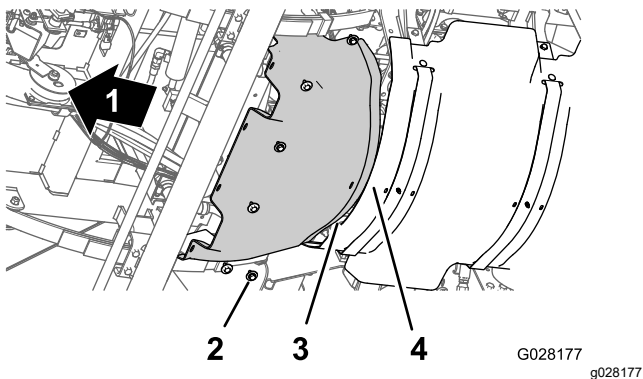

Figure 63
1. Alignez la bride arrière de l'écran pare-chaaleur avant et la bride avant de l'écran pare-chaaleur arrière (Figure 63).
2. Alignez les trous de l'écran pare-chaaleur avant et les trous filetés du châssis (Figure 63).
3. Montez l'écran pare-chaaleur avant sur la machine au moyen des 6 boulons à tête hexagonale et des 6 rondelles (Figure 63) retirés à l'opération 3 de Dépose de l'écran pare-chaaleur avant \(page 54\).